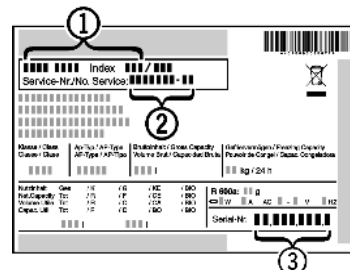

Fig. 25
- Наименование устройства Fig. 25 (1), сервисный № Fig. 25 (2) и серийный № Fig. 25 (3) считайте с заводской таблички. Заводская табличка находится внутри устройства слева.
- Обратитесь в сервисную службу и сообщите вид неисправности, наименование устройства Fig. 25 (1), сервисный № Fig. 25 (2) и серийный № Fig. 25 (3).